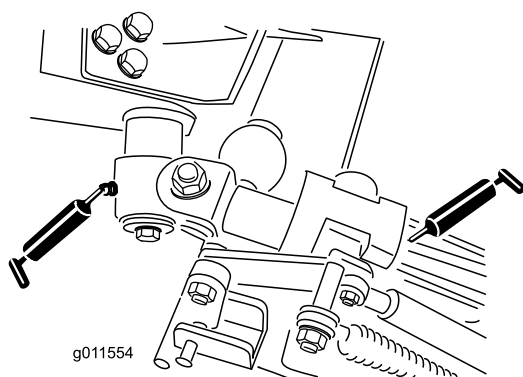

Bild 44
- Zwei Kipphebel-Drehbüchsen (Bild 44)
- Vier hintere Armbüchsen (Bild 44)